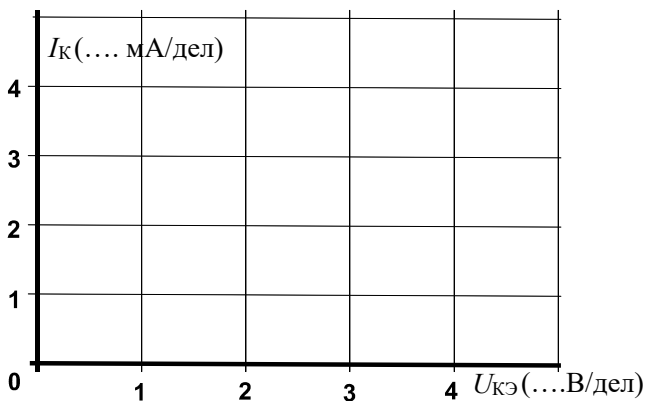

Рисунок 4
1.4. Регулируя ток базы от 0 до максимального значения и наоборот, наблюдайте за изменением кривой $I_K(U_{КЭ})$ на осциллографе. При нескольких значениях тока базы (включая нулевое и максимальное) перерисуйте кривую $I_K(U_{КЭ})$ с осциллографа на рисунок 4. Не забудьте указать масштабы по осям и токи базы для каждой кривой.